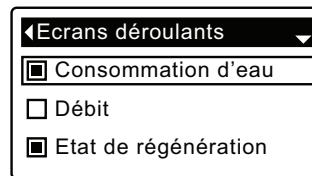

FIG. 44
5. Appuyez sur le SÉLECTEUR (O) pour afficher le menu de déroulement des écrans (cf. Figure 44).